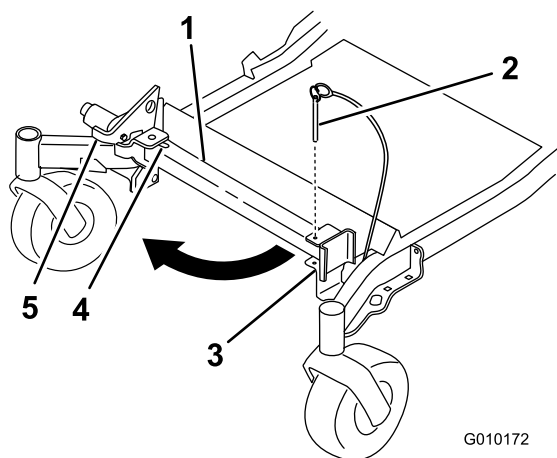
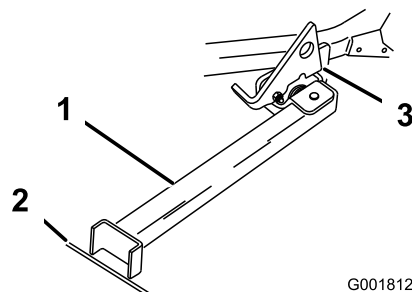

Figura 32
Figura 33
2. Retire el pasador del soporte (Figura 32).
4. Gire el pie del soporte hacia adelante, y deslice el soporte hacia la máquina, hasta que encaje en la parte de abajo de la ranura (Figura 32 y Figura 33).
5. Ponga el pie del soporte en el suelo con el enganche descansando sobre la pestaña de giro (Figura 33).
**Nota:** Para obtener los mejores resultados, coloque el pie del soporte en una ranura de la acera o en el césped (Figura 33).
7. Conduzca la máquina sobre el soporte. Pare cuando el enganche caiga por encima de la pestaña a la posición bloqueada (Figura 33).
5. Ponga el soporte de nuevo en su posición de descanso (Figura 32).